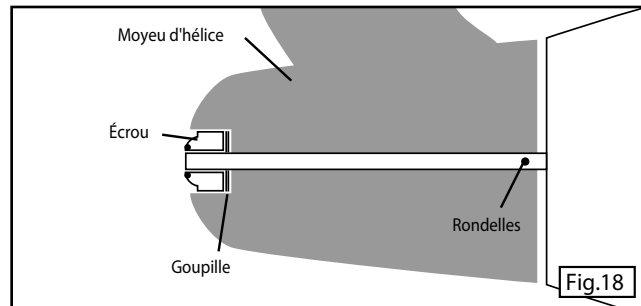

Fig.18
9. Reposer la/les rondelle(s) et l'écrou et serrer à l'aide de la douille tout en retenant l'hélice pour s'assurer qu'il est solidement fixé. (voir figure 18).